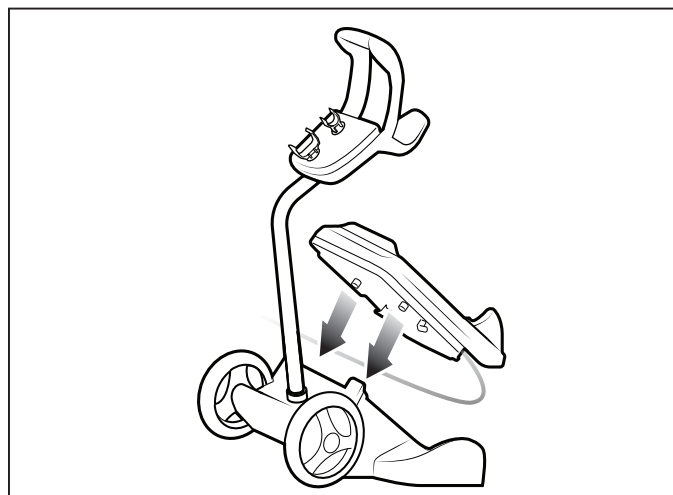

Figure 2. Assembler le poste de recharge
1. Insérer le poste de recharge sur le chariot de recharge. Pousser fermement les guides du poste de recharge dans les trous du chariot de recharge jusqu'à ce que le poste de recharge soit sécurisé, voir Figure 2.